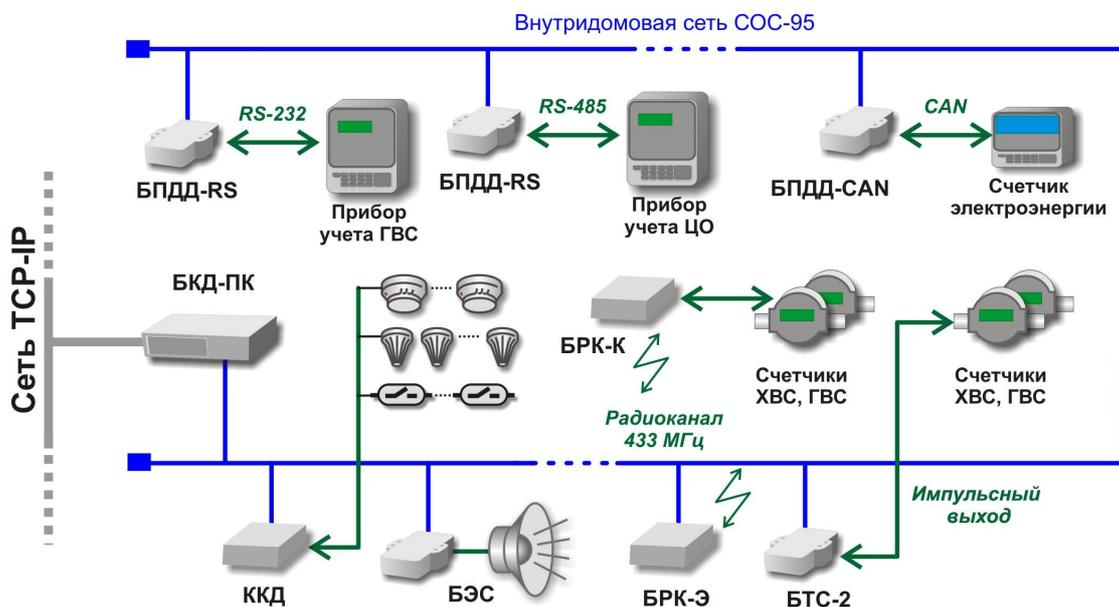

Рисунок 8 - Подключение БКД-ПК к домашней информационной сети на основе интерфейса СОС-95
- через домовую информационную сеть на основе интерфейса СОС-95 с использованием блоков передачи данных БПДД-RS, БПДД-RS-485П, БПДД-RS-M, БПДД-CAN, блоков тарифицированного счета импульсов БТС-2, радиоконцентраторов БРК (рисунок 8);